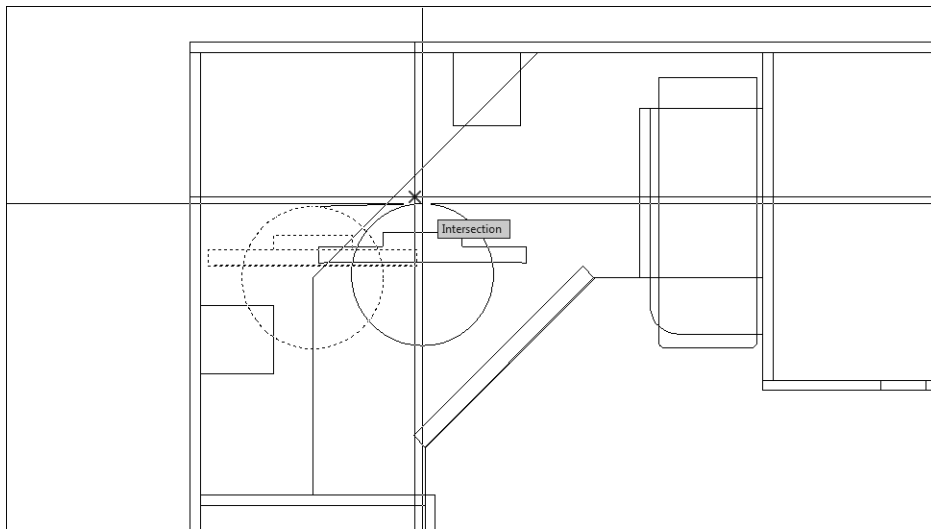

Рис. 5.25. Выбор точки пересечения с помощью режима привязки *Intersection*
7. Когда AutoCAD распознает эту точку пересечения (рис. 5.25), щелкните для задания расстояния перемещения. Чертеж дисплея займет свое место, а выполнение команды MOVE (ПЕРЕНЕСТИ) автоматически завершится.